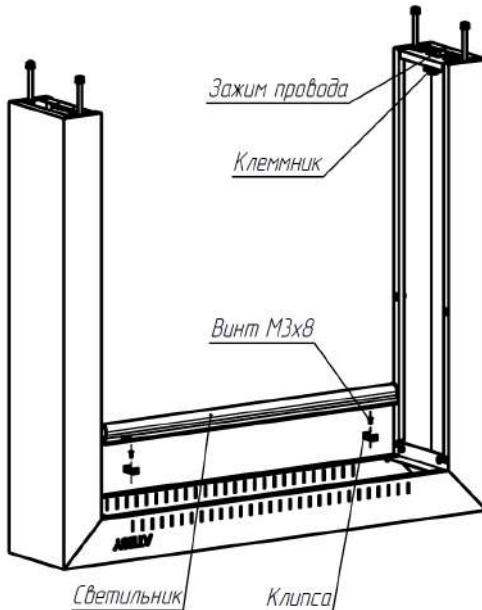

Рис.3
- Установить светильник (см. рис.3) при помощи винтов M3x8 и клипс (2 шт.) на стойку. Подсоединить штатный провод светильника к светильнику и к клеммнику.